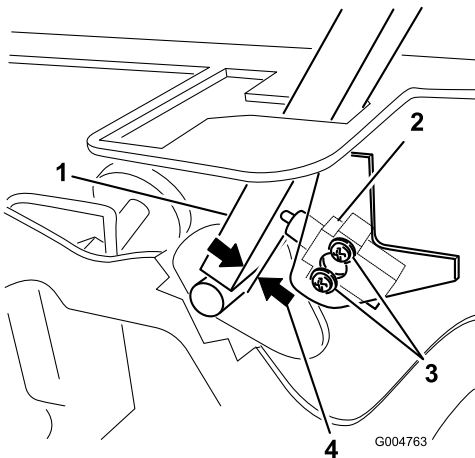

Figure 60
3. Desserrez les 2 vis de fixation du contacteur de sécurité (Figure 60).
4. Maintenez le levier de commande contre le châssis et rapprochez le contacteur du levier jusqu'à ce qu'ils soient espacés de 0,4 à 1 mm (Figure 60).